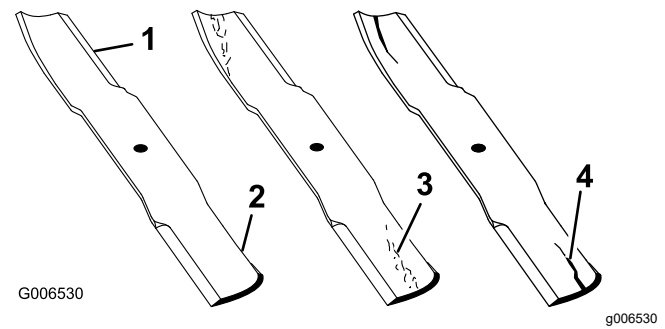

Bild 63
1. Untersuchen Sie die Schnittkanten (**Bild 63**).
4. Wenn Sie Risse, Verschleiß oder Rillenbildung in diesem Bereich feststellen, sollten Sie sofort ein neues Schnittmesser einbauen (**Bild 63**).